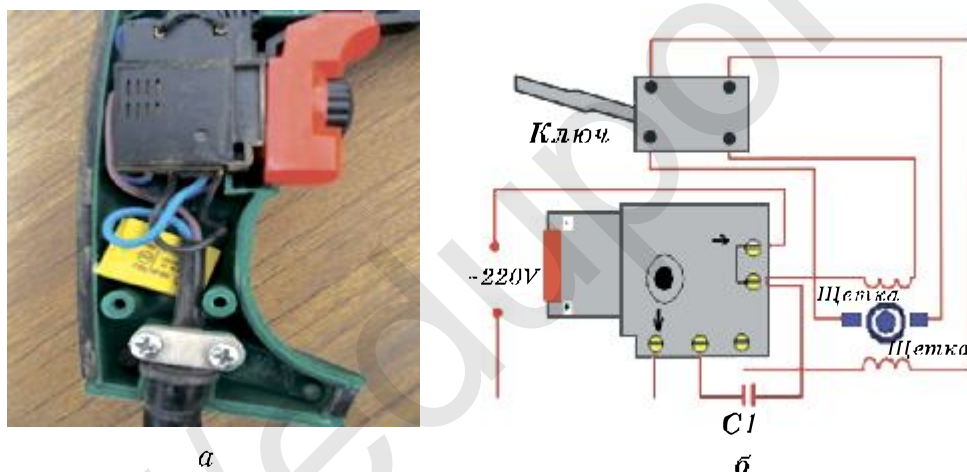

Рис. 21. Внутреннее строение электродрели (а) и схема кнопки запуска (б)
1. Отвинчивается болт корпуса электродрели и снимается кнопка пуска. Потом она проверяется с помощью мультиметра (рис. 21–22).